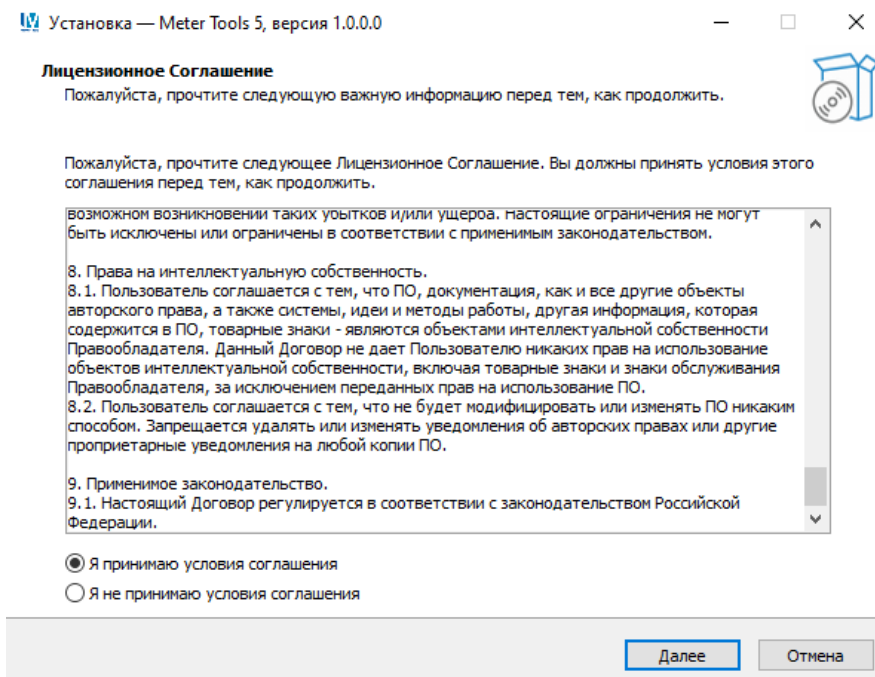

Рисунок 2 – Лицензионное соглашение
4. Ознакомьтесь с лицензионным соглашением, см. рисунок 2.